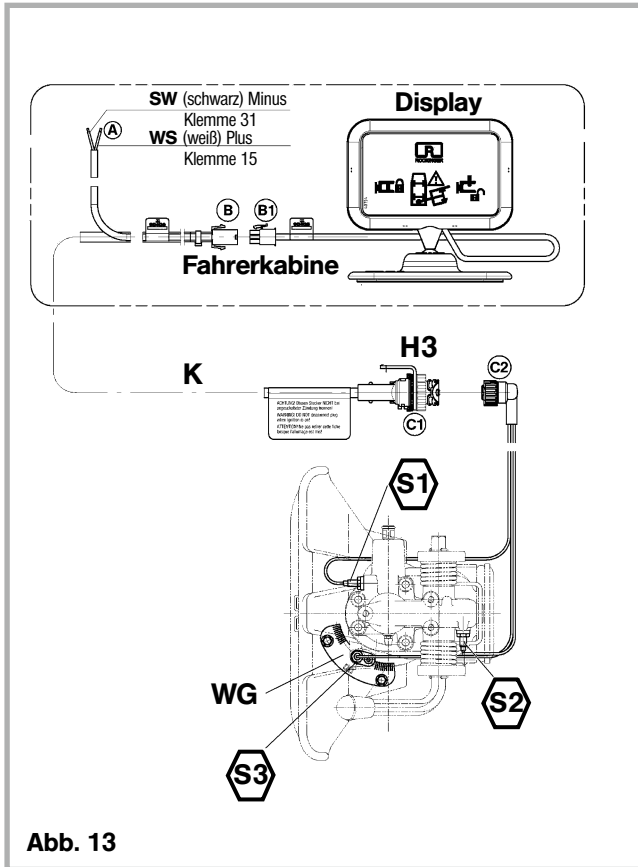

Abb. 13
2.3 Verlegung des Verlängerungskabels zur Fahrerkabine (Abb. 13)